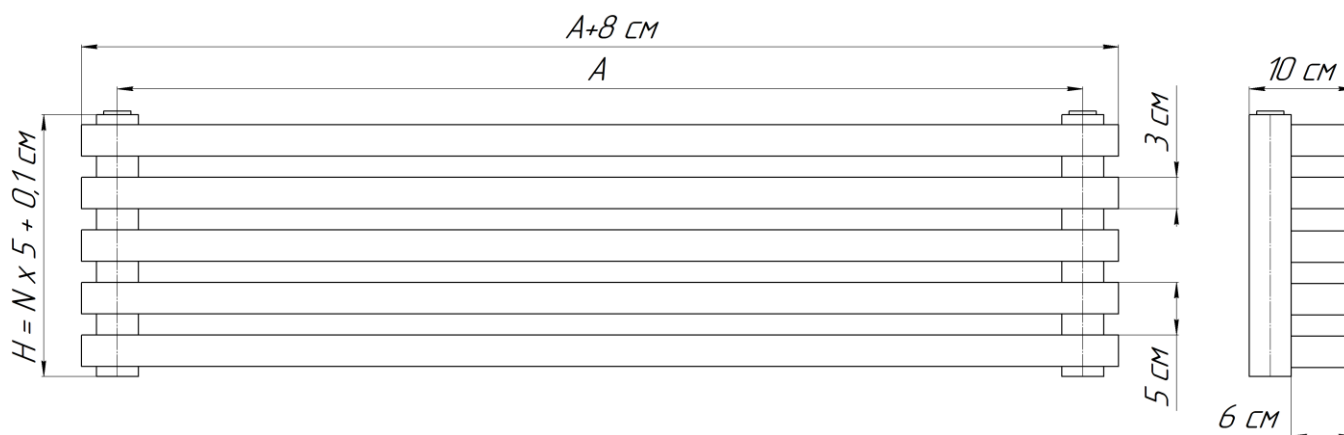

Рис. 1 Радиатор «QUADRUN 60 Н», где: А – межцентровый (монтажный) размер, см; N – количество секций; Н – габаритная высота, см.
2.1. Основные размеры и параметры радиаторов приведены на рис.1 и в Таблице №1.